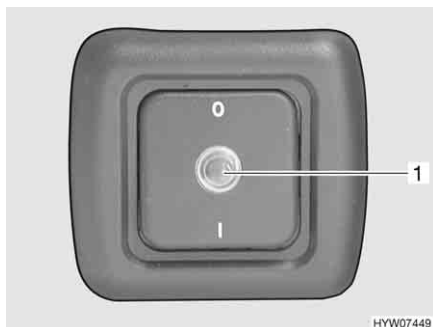

Fig. 106 Interruttore di comando per scaldacqua
Con l'interruttore di comando (Fig. 106) si inserisce la modalità di funzionamento elettrico. La spia di controllo (Fig. 106,1) nell'interruttore deve accendersi.
- Inserire l'interruttore di comando (Fig. 106). La spia di controllo (Fig. 106,1) nell'interruttore si accende. L'acqua nello scaldacqua viene riscaldata a 65 °C.
- Spegner l'interruttore di comando (Fig. 106). La spia di controllo (Fig. 106,1) nell'interruttore si spegne.
- Spegner l'interruttore di comando (Fig. 106). La spia di controllo (Fig. 106,1) nell'interruttore non si accende.